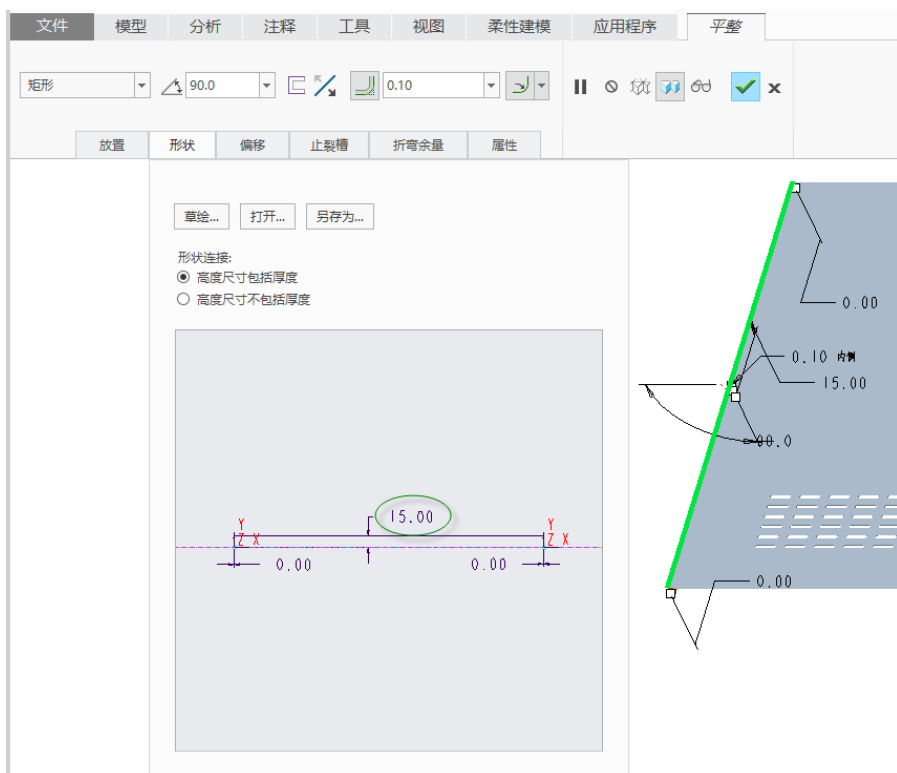

图 6-12 设置形状尺寸
- (3) 在“平整”选项卡中打开“形状”面板, 设置图 6-12 所示的形状尺寸。